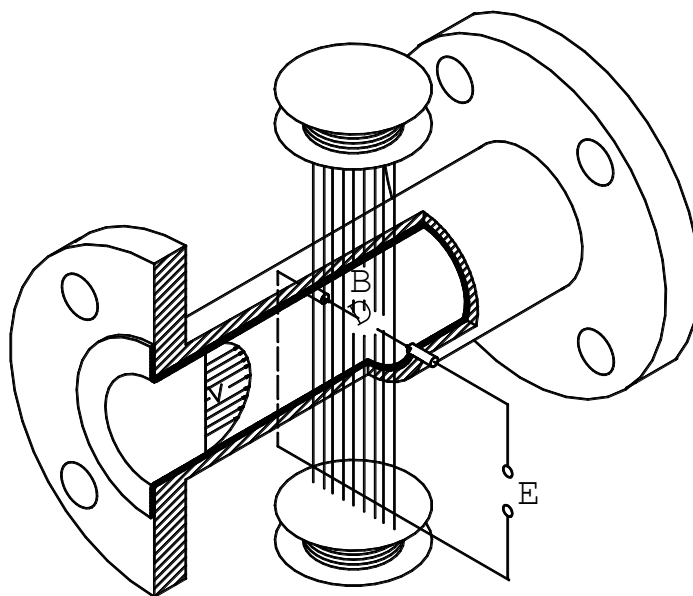

Рисунок 4.1
4.1.1 Принцип действия расходомера основан на явлении электромагнитной индукции (см. рисунок 4.1).
4.2.5 ППР представляет собой отрезок трубопровода из немагнитного материала (см. рис.4.1), внутренняя поверхность которого футерована диэлектриком (фторопластом). В диаметрально противоположных стенках трубопровода установлены два электрода, контактирующие с измеряемой средой и предназначенные для съёма ЭДС индукции (Е). Благодаря такой конструкции ППР расходомер вносит минимальное гидравлическое сопротивление в поток жидкости. Магнитная система ППР состоит из двух последовательно включённых катушек возбуждения и магнитопровода. ЭДС индукции усиливается в блоке аналоговой обработки ПМ, преобразуется в цифровую форму и поступает затем в блок цифровой обработки сигнала. Блок аналоговой обработки сигнала также формирует ток, поступающий на катушки возбуждения магнитной системы ППР.